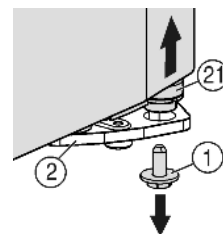
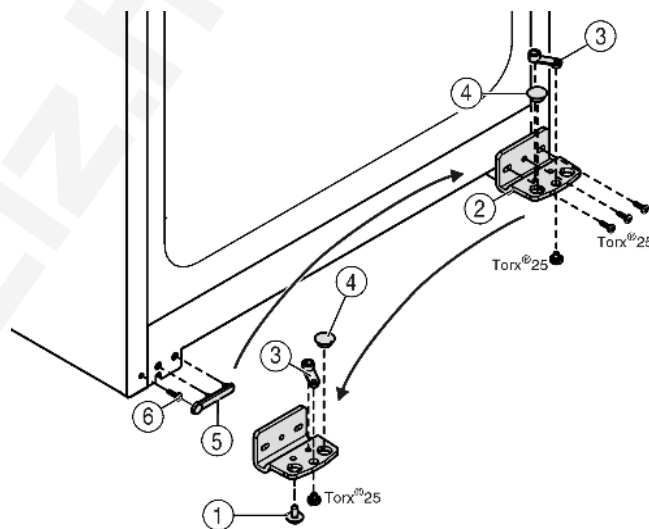

Fig. 5
Fig. 6
- ▶ Jobbra lent a csapágybakon lévő biztosítócsavart (Fig. 5 (1)) tekerje ki.
- ▶ A tartócsap (Fig. 5 (21)) kioldódik a csapágybakból (Fig. 6 (2)).
- ▶ Ha a tartócsap Fig. 5 (21) nem oldódik ki, a csapszeget alulról nyomja ki.
- ▶ Csavarozza le a csapágybakot Fig. 6 (2).
- ▶ Csavarozza le a csapágyrészt Fig. 6 (3), helyezze át a csapágybak túloldali felvő furatába és csavarozza vissza.
- ▶ Vegye ki a csapágybakban lévő dugót Fig. 6 (4), és helyezze át a csapágybak szemközti oldalán lévő felvőfuratba.
- ▶ Óvatosan emelje le a fogantyú felőli fedelet Fig. 6 (5).
- ▶ Tekerje ki a csavart Fig. 6 (6) és az ellenkező oldalon helyezze be.
- ▶ Helyezze vissza a fedelet Fig. 6 (5).
- ▶ Csavarozza vissza a csapágybakot Fig. 6 (2) a csuklópánt új oldalára **4 Nm-es nyomatékkal**, szükség esetén egy akkus csavarhúzóval.
- ▶ A biztosítócsavart Fig. 5 (1) lent csavarja be a tartócsapba és húzza meg (**4 Nm-es nyomatékkal**).